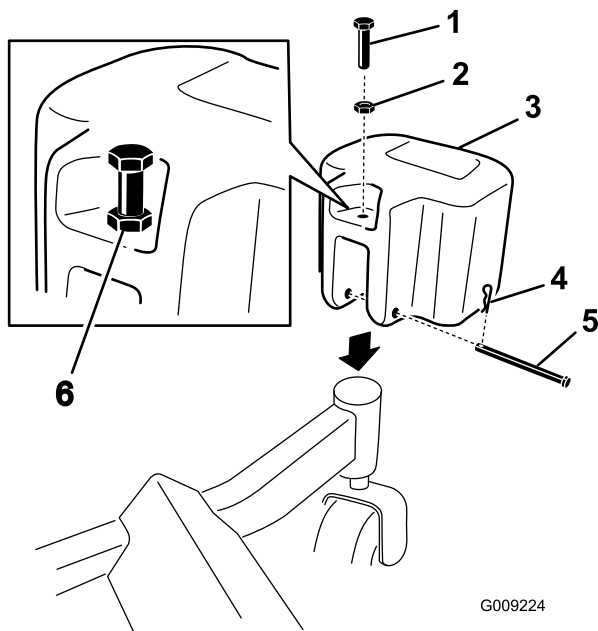

Figura 32
1. Instale contrapesos en las ruedas giratorias delanteras con un pasador y una chaveta (Figura 32).
2. Instale una tuerca en cada perno prisionero, e instale los pernos prisioneros en cada peso (Figura 32).